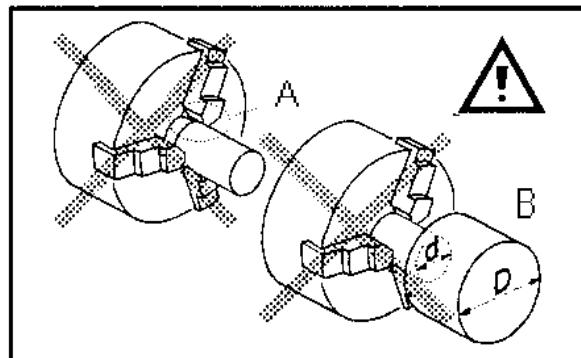

Рис. 13
Избегайте короткого зажимного контакта (A, рис. 13) или зажима детали меньшего диаметра (B).